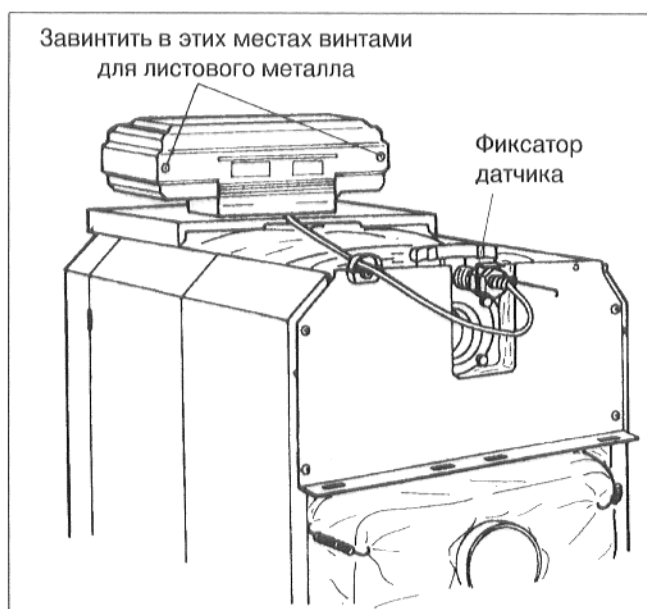

Рис. 51
- Привинтить защитный кожух зажимов двумя винтами для листового металла к цоколю регулятора (рис. 51).